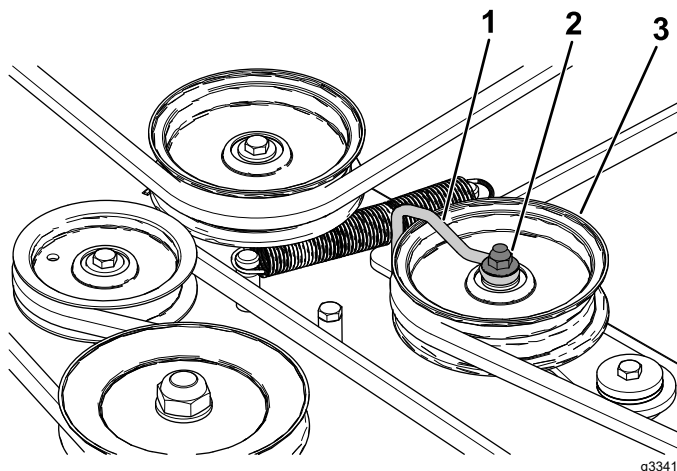

Рисунок 61
6. Ослабьте гайку крепления формованного проволоочного элемента к натяжному шкиву (Рисунок 61).
10. Затяните гайку крепления формованного проволоочного элемента к натяжному шкиву (Рисунок 61).
Примечание: Приложите формованный проволоочный элемент к рычагу натяжного шкива, как показано на Рисунок 61.